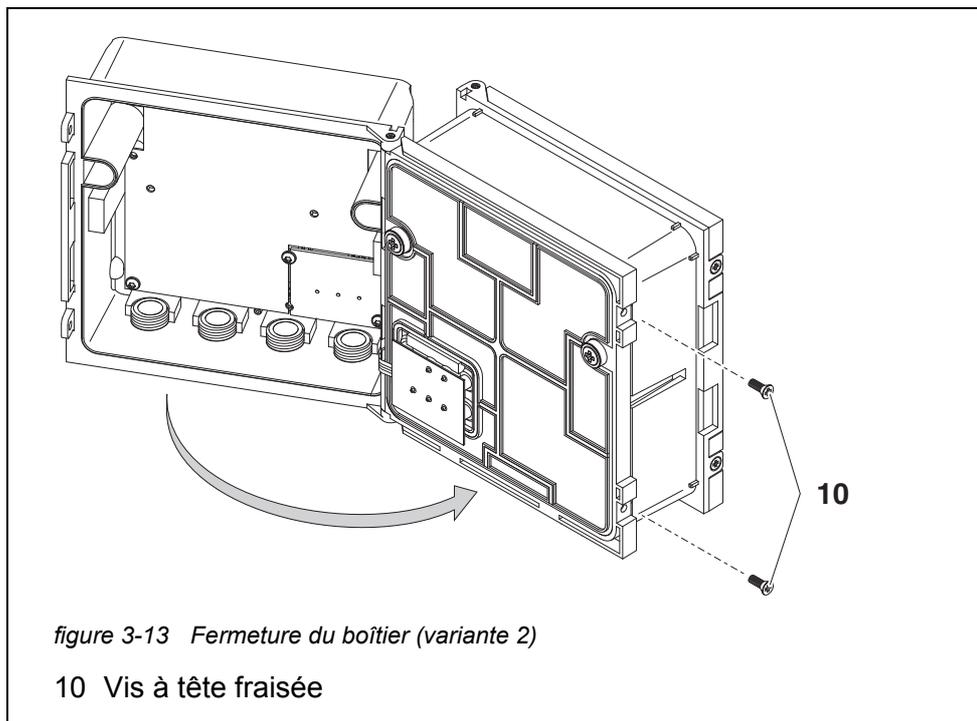

figure 3-13 Fermeture du boîtier (variante 2)
- 9 Fermer le module MIQ arrière et le fixer avec les deux vis à tête fraisée (pos. 5, figure 3-13).